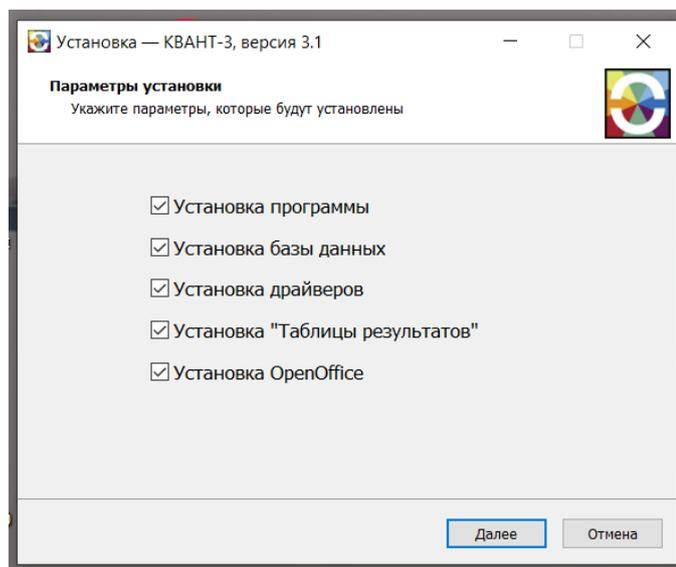

Рис. 4 Окно установки программы
2.1.2 Через проводник Windows запустить файл **setup.exe**. На рабочем столе появится окно рис. 4